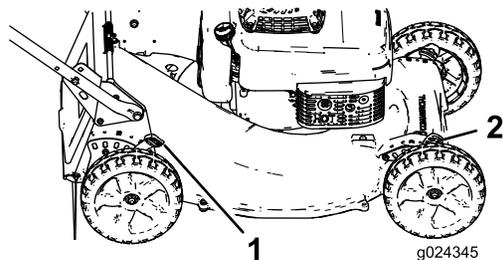

Рисунок 14
1. Потяните рычаг регулировки высоты скашивания в направлении колеса (Рисунок 14) и установите нужную настройку.